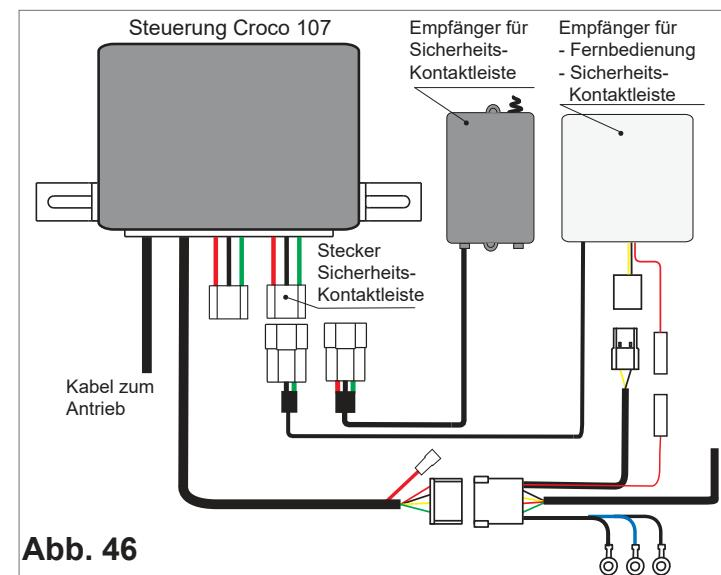

Abb. 46
**Croco 107:** Schliessen Sie den entsprechenden Empfänger, wie in **Abb. 46** angegeben, an die Steuerung an.